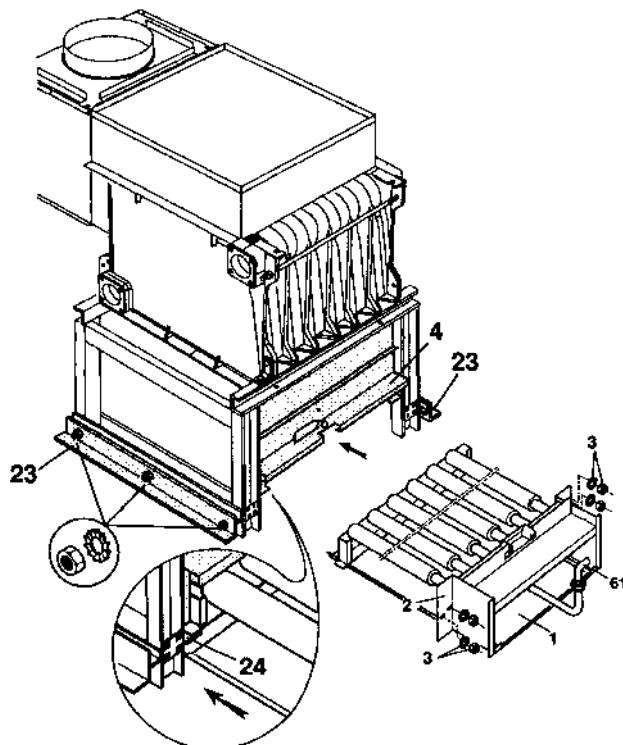
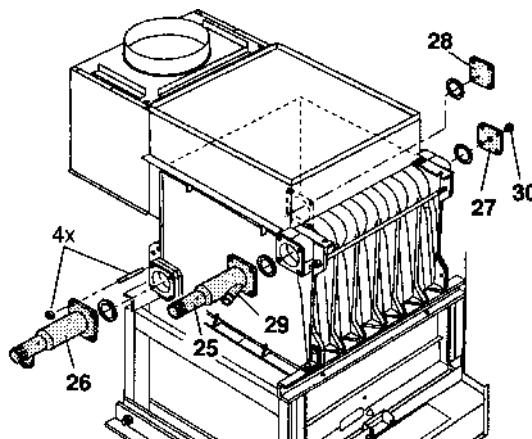
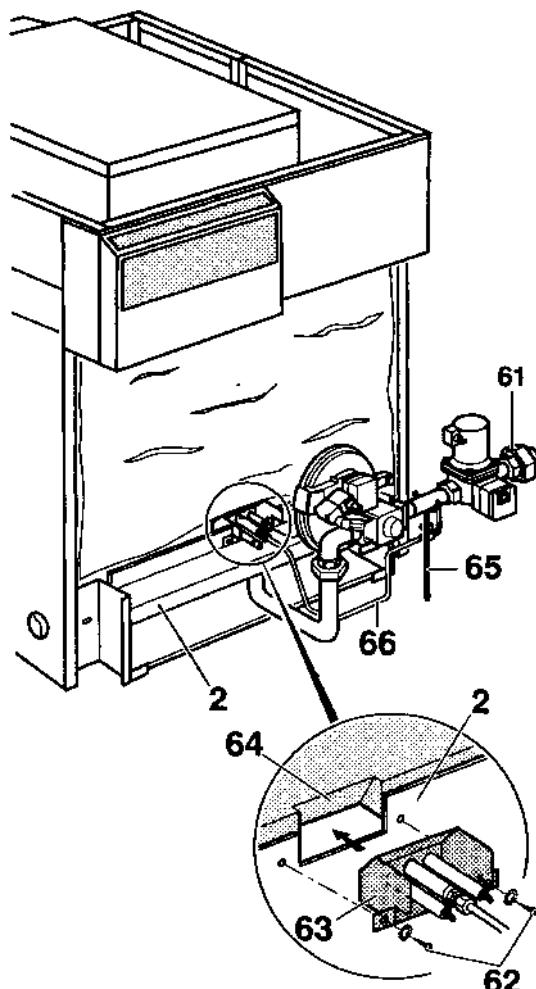

Рис. 17
Рис. 18
Рис. 30
Рекомендация: Рекомендуется незамедлительно или перед повторной сборкой по рис. 17 отключить газовую арматуру (61) с пусковой горелкой от узла горелки (2) (см. рис. 30). Этим облегчается последующий монтаж котла (рис. 18).
- Установить два нижних боковых держателя (23) и прикрепить тремя гайками (M5, SW 8) с зубчатыми шайбами.
- Узел горелки (2) направить по направляющим (24) в узел топки (4), прикрепить их четырьмя гайками (M6, SW 10) с зубчатыми шайбами (3).
- Под узел горелки (2) до упора вставить жесть для защиты пола топки.
- Рекомендация:** газовую арматуру (61) следует монтировать согласно рис. 30.